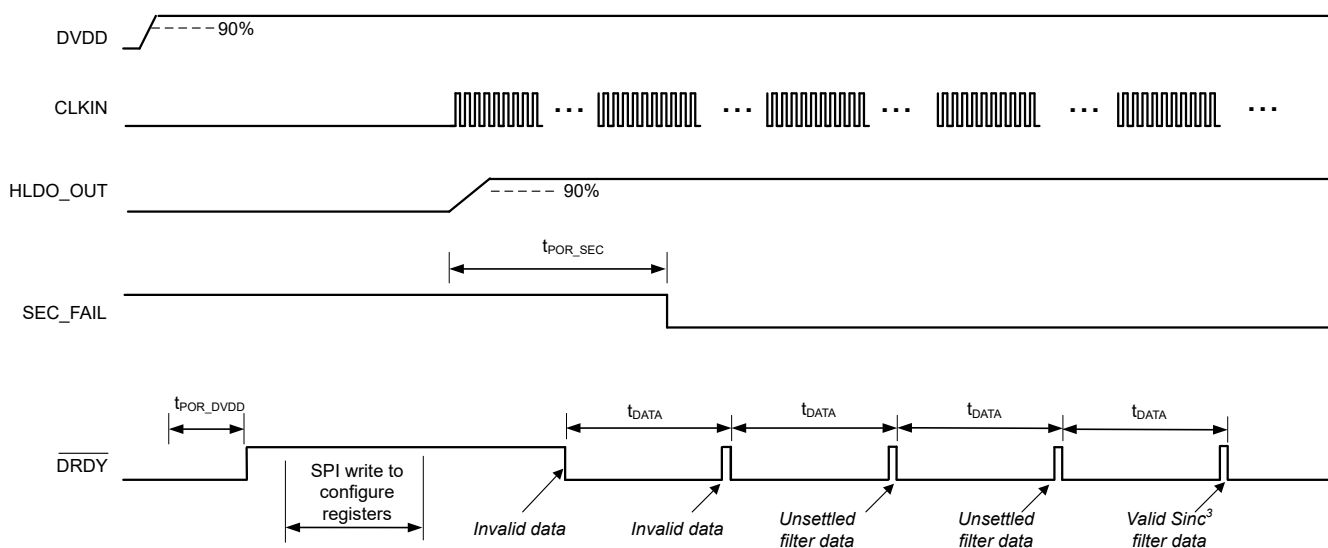
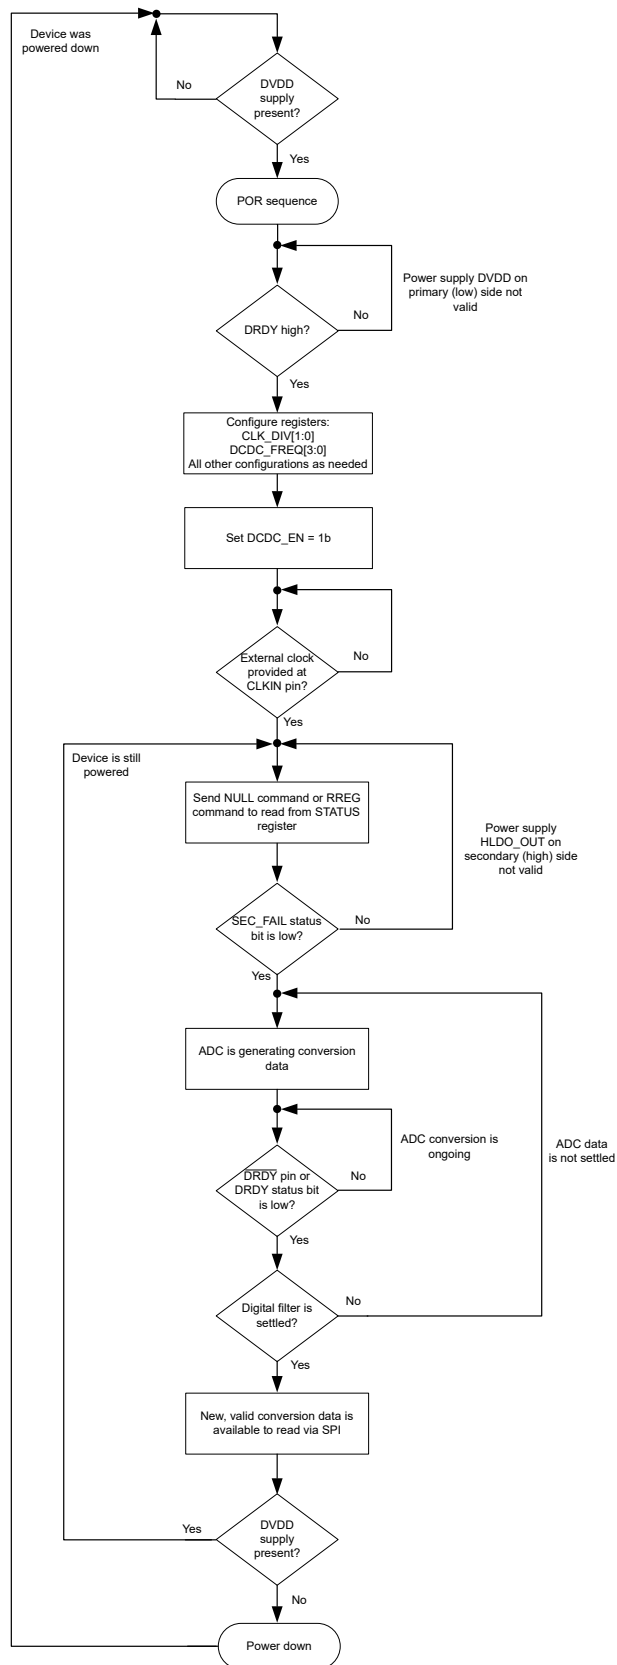

图 8-18. 上电启动行为和稳定时间，OSR = 1024
图 8-19. 上电启动过程的流程图
本节介绍了 AMC131M03-Q1 上电的推荐步骤。图 8-18 所示为使用此建议序列时器件行为的时序图。图 8-19 以图形方式提供了建议序列的流程图。
- $\overline{\text{DRDY}}$  从高电平转换到低电平表示新的转换数据可用。如图 8-18 所示，只有 SEC\_FAIL 在转换期间读取为 0b 时，ADC 数据才有效。图 8-18 中显示的前两个转换结果表示无效数据。
- 当 ADC 生成有效数据时，数字滤波器必须稳定，如  $\text{SINC}^3$  和  $\text{SINC}^3 + \text{SINC}^1$  滤波器部分所述。图 8-18 中展示的两个后续转换结果是未稳定的结果（假设 OSR 等于 1024），而显示的最后一个转换结果提供了有效的稳定数据。
在图 8-18 中， $t_{\text{POR\_SEC}}$  是从启用直流/直流转换器到 SEC\_FAIL 位的第一个下降沿的时间，其中后者表示 HLDO\_OUT 引脚上的次级电源已稳定。 $t_{\text{POR\_DVDD}}$  是从 DVDD 电源 90% 到  $\overline{\text{DRDY}}$  第一个上升沿的时间。